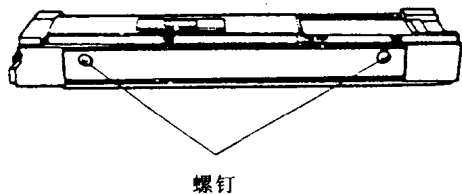

图 1-1-1
- (1) 卸掉彩色显影器 (CD 组件) 的两个螺钉和印制电路板盖。如图 1-1-1 所示。
- (2) 当安装一个彩色的 CD 组件时, 将印制电路板上的跨线按表 1-1-2 所示切断。